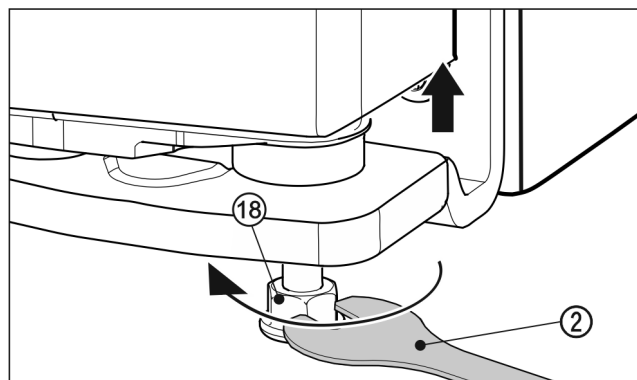

Fig. 23
- 使用附带的叉形扳手 Fig. 23 (2) 向右旋转垫脚 Fig. 23 (18)，直到接触地面，以便抬起门。之后继续旋转，直到门的高度调整完毕。交货时，轴承螺栓处于完全拧入状态。